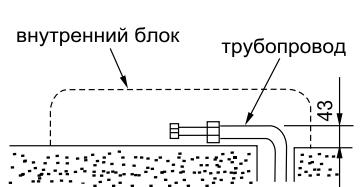

Рис. 7
- Для подключения трубопровода слева или слева сзади действуйте, как показано на рис. 7. Согните трубы так, чтобы они проходили на высоте не более 43 мм от стены.